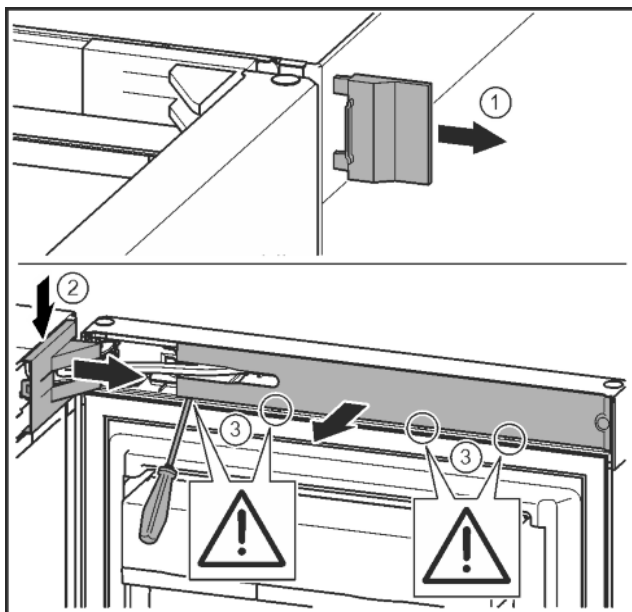

Fig. 12
- ▶ Снять внешнюю крышку. Fig. 12 (1)
- ▶ При помощи отвертки освободить крышку опорного кронштейна и отсоединить. Снять крышку опорного кронштейна. Fig. 12 (2)
- ▶ Шлицевой отверткой вывести накладку из зацепления и отвести в сторону. Fig. 12 (3)